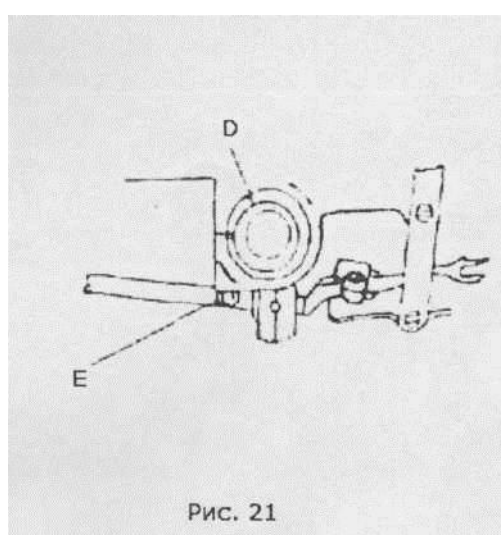

Рис. 21
1. Ослабьте болт "E", переместите полу поддерживающую муфту "D" влево-вправо и затяните обратно болт "E" (Рис. 21).
1. Ослабьте винт "Е" (Рис. 21) и вращайте полуу поддерживающую муфту до тех пор, пока крючок, находящийся в крайнем правом положении, не будет соответствовать вышеописанному требованию.